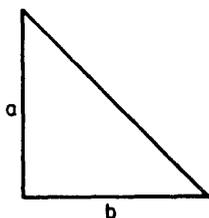

Fig. 13
a) Tiene los lados menores (catetos) iguales (figs. 13 y 14).